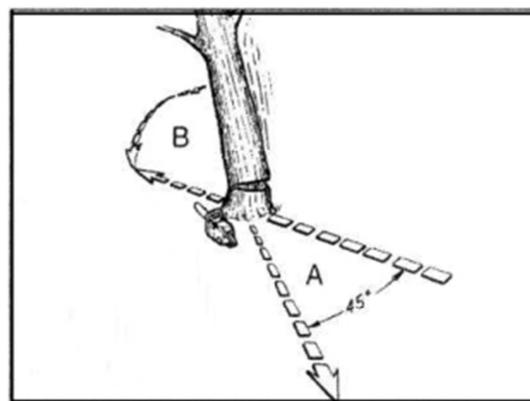

Fig. 6
Attenzione: Una via di ritirata (A) andrebbe preventivata e sgombrata in base a necessità. La via dovrebbe estendersi in dietro e in diagonale, posteriormente rispetto alla linea di caduta, come illustrato nella fig. 6.